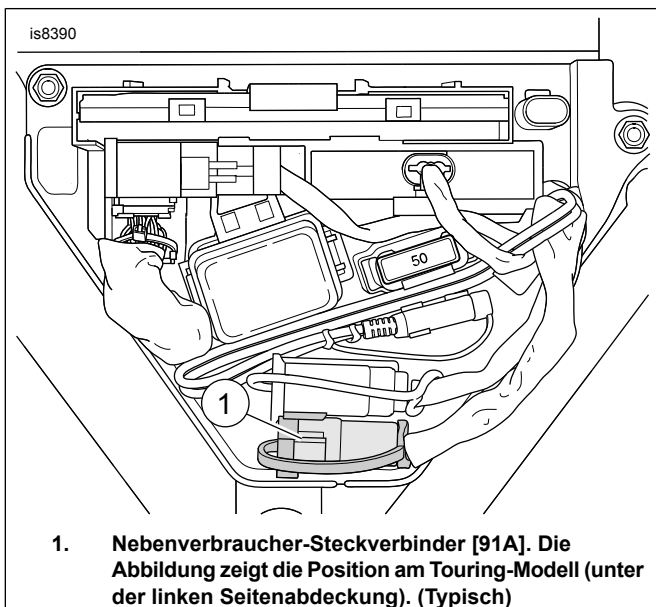

Abbildung 2. Nebenverbrauchersteckverbinder
9. Siehe Tabelle 1 und Abbildung 2. Den Nebenverbraucher-/Datenverbindungs-Steckverbinder [91A] ausfindig machen.